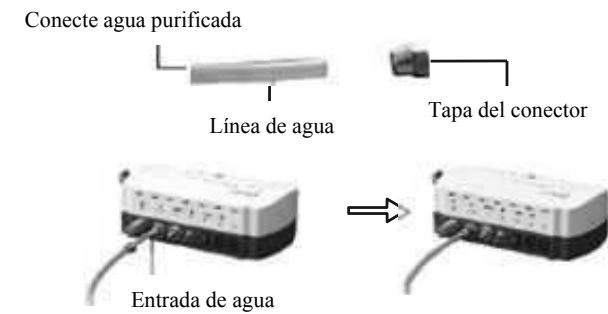

Ilustración 3
c) Croquis de la conexión del sistema de suministro de agua mostrado en la Ilustración 3
- Conecte un extremo de la tubería de agua a la entrada del agua y el otro extremo a la fuente de agua limpia (Ilustración 3).